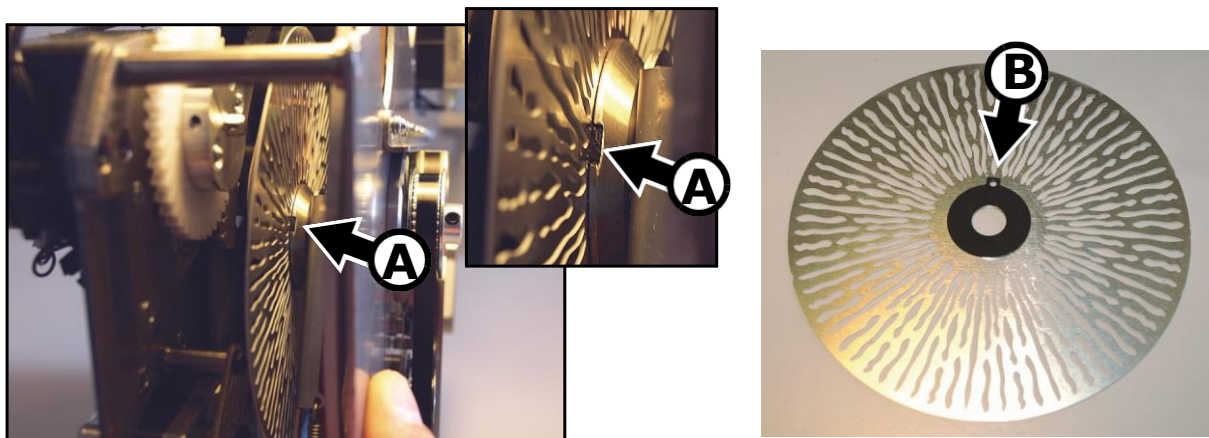

Рисунок 27: Шпонка колеса анимации
4. См. рисунок 27. Колесо анимационных гобо оснащено магнитной втулкой с щелевым отверстием (А) для шпонки (В) в колесе анимации.